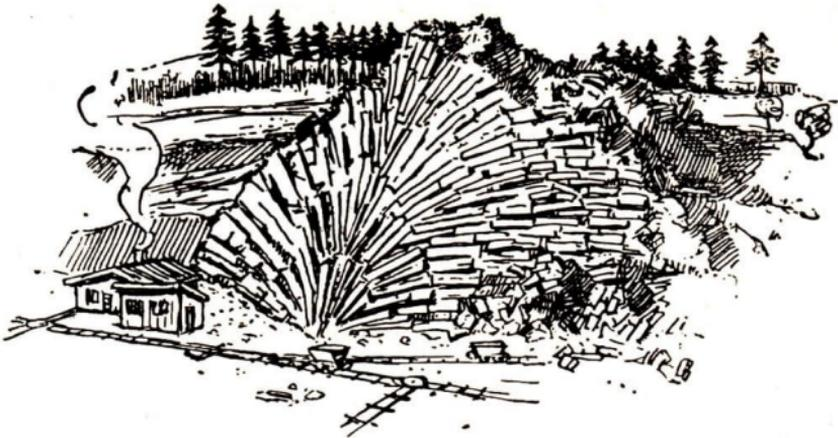

Abb. 14. Fächerförmig entwickelte Basaltkuppe im Erzgebirge
- L.: Basalt ist in Deutschland weit verbreitet. Wir finden ihn z. B. im Erzgebirge und in der Rhön. Er bildet Decken, die durch Schrumpfungerscheinungen oft mit erstaunlicher Regelmäßigkeit aus senkrechten Säulen zusammengefügt sind, oder er bildet fächerförmig aufgebaute Kuppen, wie uns die Abbildung 14 zeigt. Auch der Porphyr ist ein typisches Ergußgestein. Kennen Sie den Porphyr?